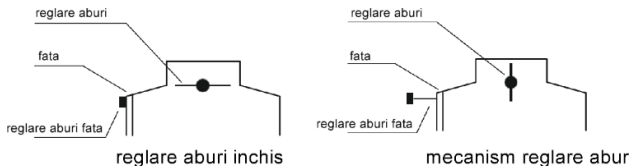

Fig. 5. Exemplu de reglare a aburilor
- capacul din fata tăvii de cenușă, prin reglarea alimentării cu aer în partea inferioară a cuptorului (vezi fig. 5).